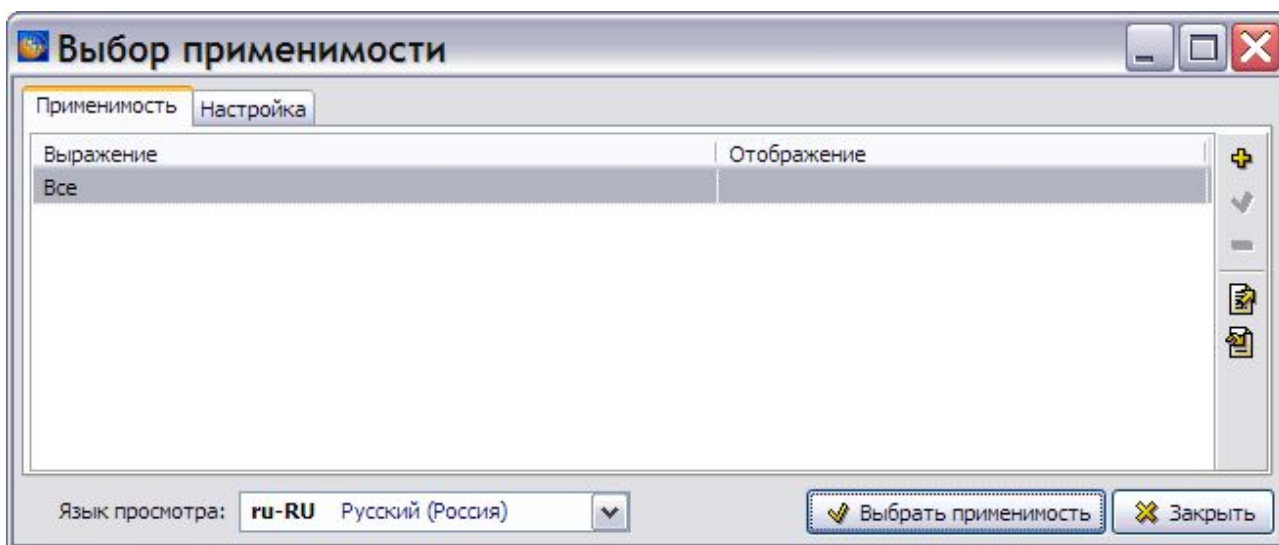

Рис. 10.27
1. Для указания применимости позиции №1, например «Бак топливный подвесной левый», выделите любую ячейку строки и нажмите на кнопку **Выбрать применимость** . При этом откроется диалоговое окно **Выбор применимости** (Рис. 10.27).